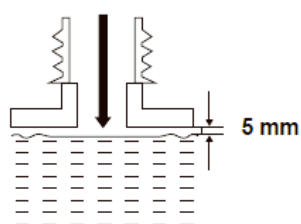

Fig. 9
4. Ajouter le carburant approprié dans le réservoir. Laisser au minimum un espace de 5 mm entre le niveau du carburant et le bord intérieur du réservoir pour permettre la dilatation du carburant (Fig. 9).